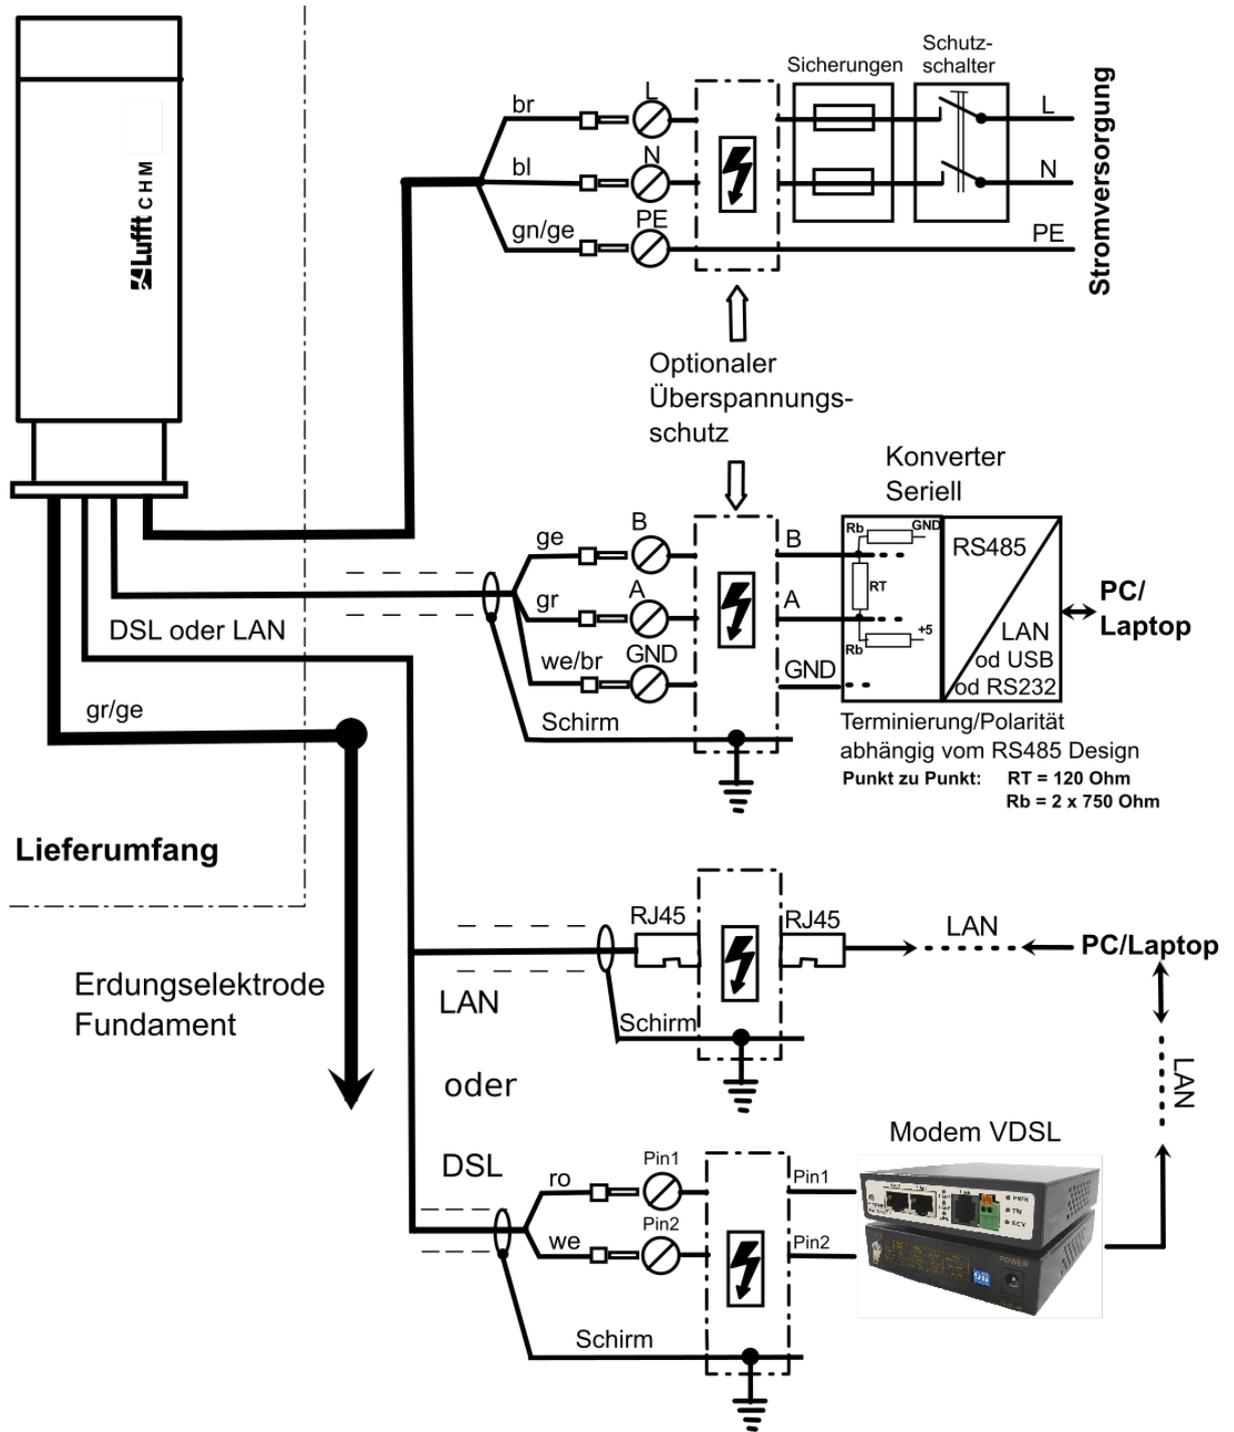

Abbildung 16: Elektrische Installation des CHM 15k.
- Optional statt Pos. 4:* Datenleitung (DSL): Ausstattung mit einem 2poligen Anschlusskabel zur Verbindung an einem DSL-Modem (siehe Abbildung 16).